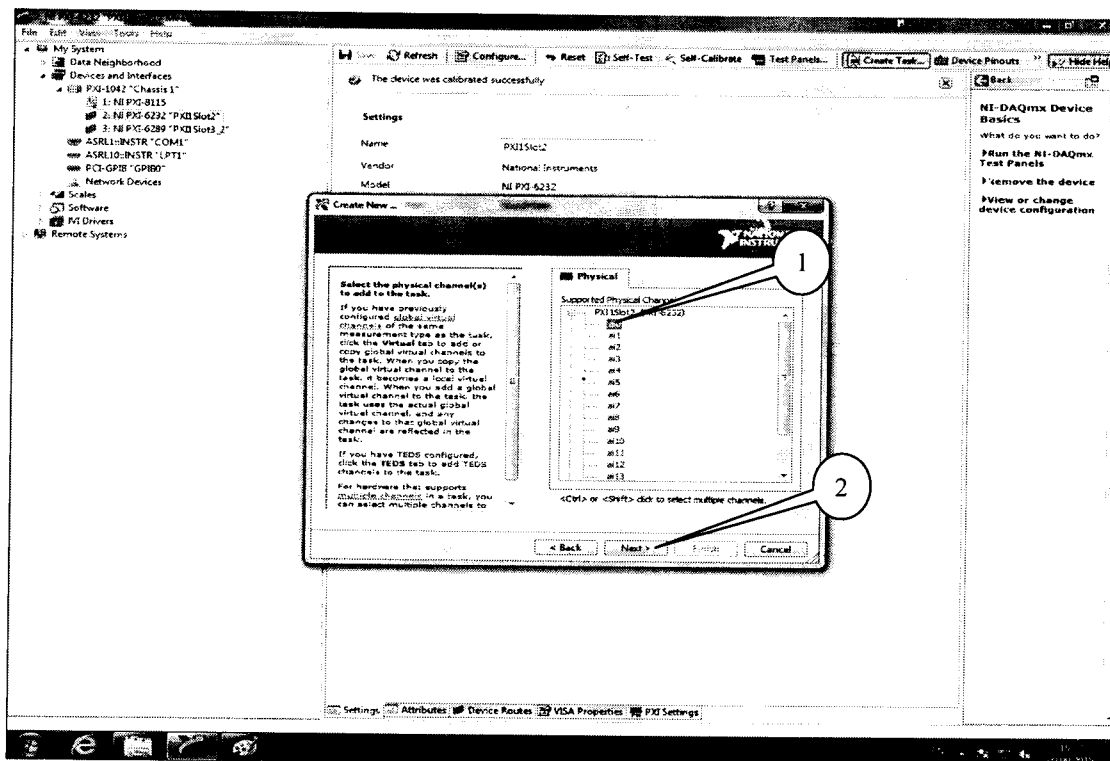

Рисунок 4.
7.3.2 В появившемся окне (рисунок 4) в перечне каналов выбрать канал «ai0» (1) и нажать кнопку «Next» (2).